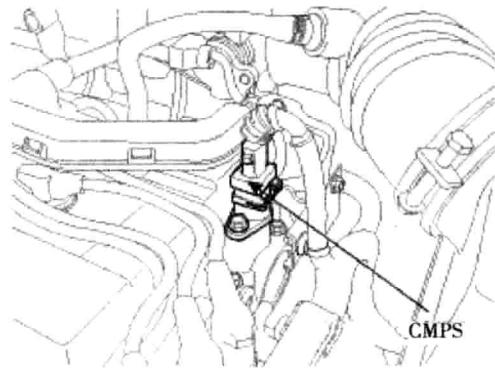

图 1-1-6 凸轮轴位置传感器 (CMPS) 位置图
- (6) 凸轮轴位置传感器 (CMPS) 位置图如图 1-1-6 所示。